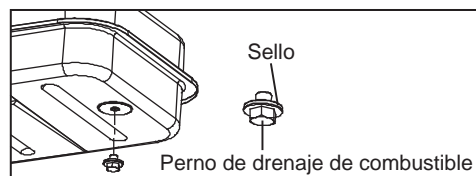

Figura 10. Perno de drenaje de combustible
2. Retire el perno de drenaje de combustible del costado inferior posterior del tanque de combustible usando un dado de 3/4" o una llave inglesa y drene. Para los modelos RMC-KFA125TL1/210TL1 únicamente (Ver Figura 10).